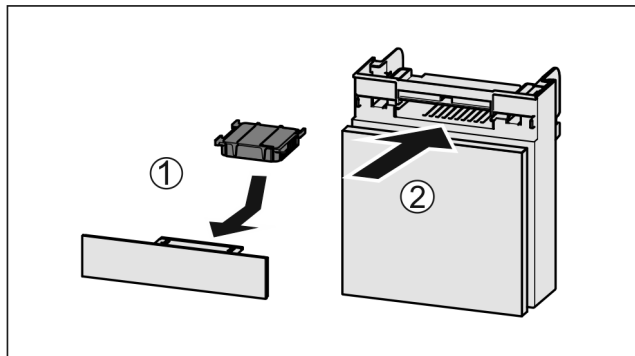

Fig. 149
- Introduceți Fig. 149 (1) filtrul de cărbune activ după cum se vede în figură.
- Împingeți Fig. 149 (2) compartimentul în interior.